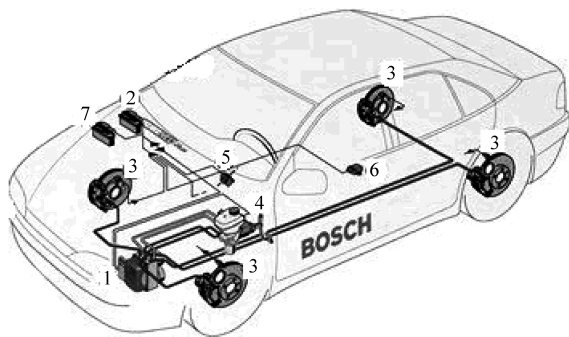

图 1-48 SBC 系统部件位置
(1) 定义 SBC (Sensotronic Brake Control) 是电子感应制动控制系统, 它是将制动助力器功能、ABS 系统以及 ESP 系统合为一体, 目前主要应用于奔驰 E 级轿车。
(2) SBC 的组成与工作原理 SBC 由操纵单元 (包括制动主缸、制动踏板行程模拟器、制动踏板位置传感器)、传感器、SBC 电控单元、SBC/ABS/ASR/ESP 液压调节器、发动机控制单元 (ECU) 等组成, 如图 1-48 所示。